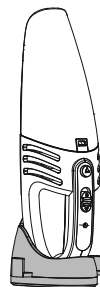

Bild 5
- Die Ladekontroll-LED leuchtet rot auf und zeigt damit an, dass das Gerät geladen wird (Bild 5).